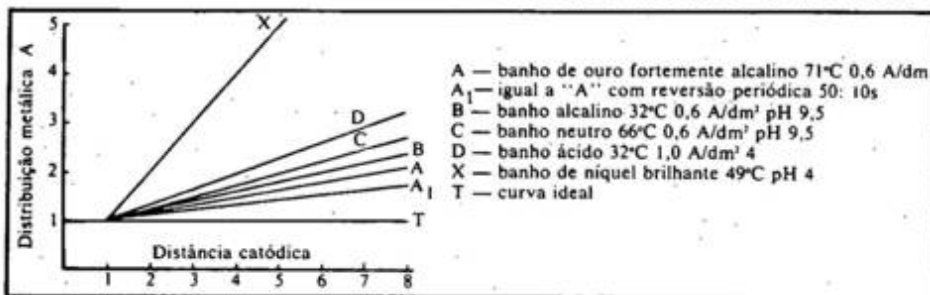

Figura 10 - Curvas do poder de penetração
O poder de penetração é uma das mais importantes propriedades dos banhos de ouro ácido e de grande influência na escolha de um dado banho em particular. Esta propriedade foi medida em uma célula Haring-Blun e os resultados de distribuição catódica de metal (M) traçado em relação ao respectivo ânodo: distâncias catódicas na figura 10. Uma solução com o poder de penetração ideal produz uma linha horizontal; por outro lado, um banho com um poder de penetração excepcionalmente baixo produzirá uma linha vertical. A partir dessas curvas, segundo Jelink e David, pode ser calculado o Índice de Penetração, que é recíproca da linha oblíqua traçada. O Índice de Penetração por sua vez é traçado também em função da densidade de corrente e do pH (figuras 11 e 12).